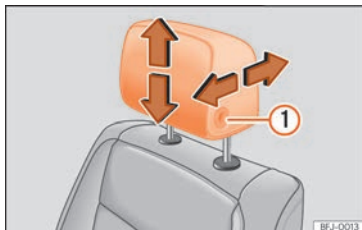
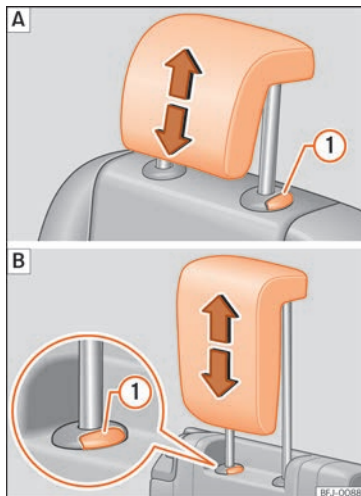

Fig. 142 Réglage des appuie-tête avant.
Fig. 143 Réglage des appuie-tête arrière : **A** Deuxième rangée de sièges, **B** troisième rangée de sièges.
- Déplacez l'appuie-tête vers le haut ou vers le bas dans le sens de la flèche correspondante. Pour rehausser ou abaisser les appuie-tête avant, appuyez sur le bouton » fig. 142 ①. Pour les appuie-tête arrière, il suffit d'appuyer sur la touche » fig. 143 ①
- Déplacez l'appuie-tête vers l'avant ou l'arrière dans le sens de la flèche correspondante tout en appuyant sur la touche » fig. 142 ①.